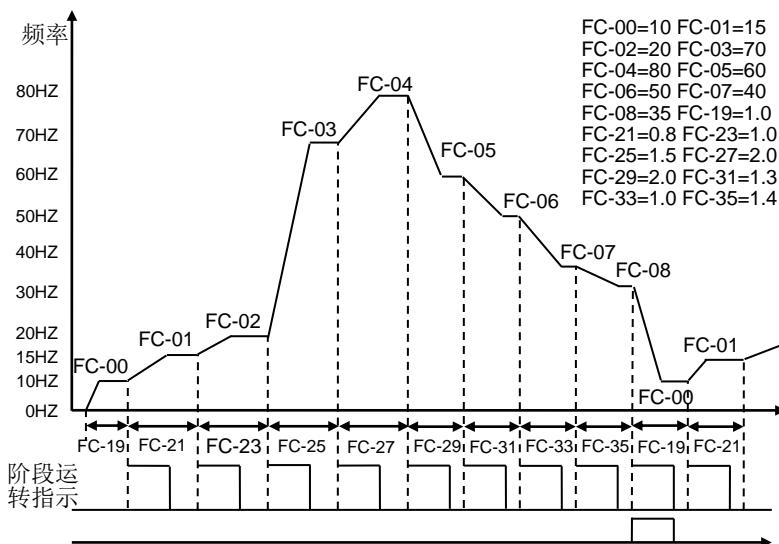

图 6-41B
- 动作说明：**如图 6-41B 所示，当 F0-02=1、F0-16=2、F0-17=9 时，按下 RUN 键，变频器便开始运行，直到 F0-08 运行完成后又自动跳至第一段继续运行，直到按下 STOP 键停止为止。